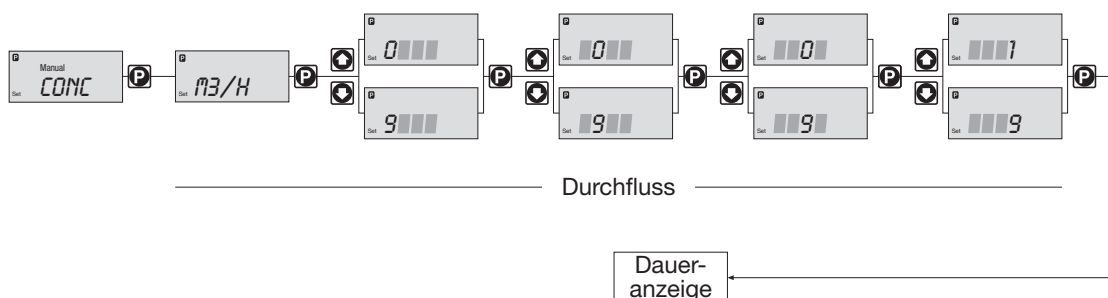

Abb. 4: Ausschnitt aus dem SET-Menü
- ▶ im SET-Menü das CONC-Menü wählen (s. Abb. 4)